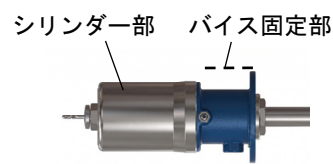

Fig. 10
- － エアモーターをバイスで固定する際は、「シリンダー部」を絶対に固定しないでください。変形してポンプが作動しなくなります。固定する際は必ず「バイス固定部」を挟み、損傷を防ぐため適度な力で固定してください（Fig. 10）。